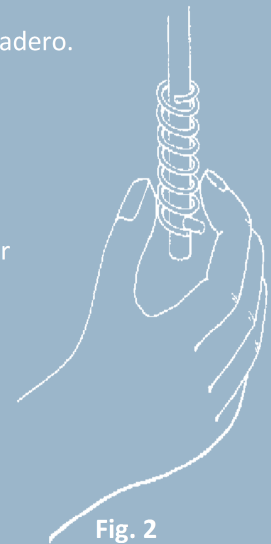

Fig. 2
1.- Gire hacia abajo el extremo inferior del resorte debajo del perno del batidor y el tornillo en el sentido contrario a las manecillas del reloj hasta que salga el resorte. (Fig. 2).